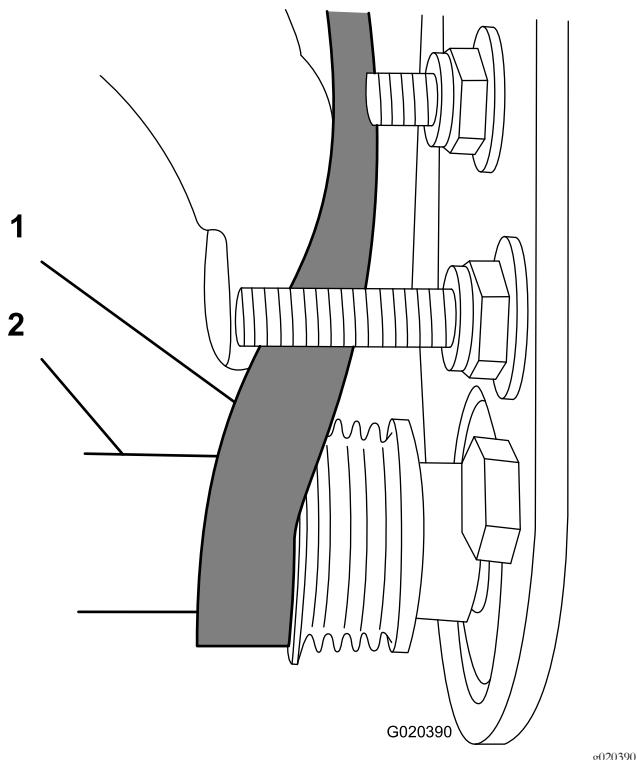

Figura 25
- C. Utilizzate una chiave a tubo di profondità da 9/16" per ruotare il gruppo spazzola e guidare la cinghia sulla puleggia condotta (Figura 25).